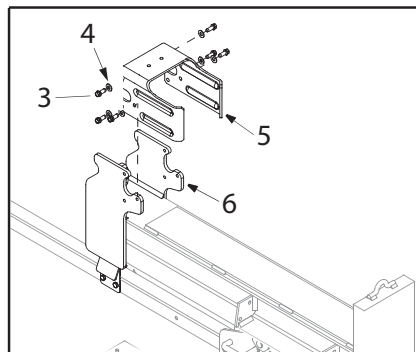
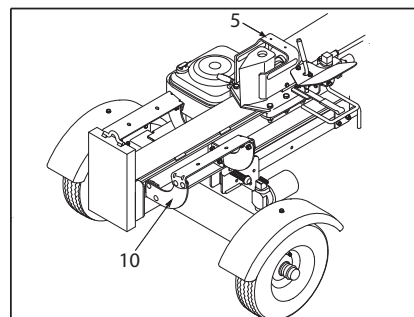

Fig. 7
Fig. 9b
- Løsgør afstrygeren (5) fra bærebukken (6), der er svejset på søjlen ved at fjerne de seks skruer (3) og mellemlægsskiverne. Fig. 7
- Genmonter afstrygeren (5) over kilekomponenterne og skru den fast på den påvejsede bærebukke med de smådele (se Fig. 7), som blev fjernet forinden. Fig. 9b
- Sæt igen støtten (10) på spaltesøjlen styreventils side og justér enderne af støtten på søjleflangerne. Se Fig. 9b.